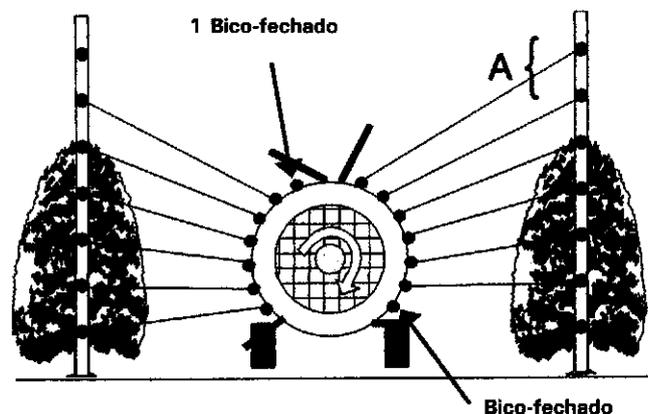

Fig. 2. Orientação dos bicos em pulverizadores com fluxo de ar assimétrico (um bico desligado em cada lado, observar sentido de rotação do ventilador).
- A partir da posição do bico superior e inferior do pulverizador, marca-se sobre um sarrafo (este deve ser maior do que a altura das plantas), posicionado na linha de plantas, o limite superior e inferior de pulverização, respectivamente (Fig. 2 ou 3).
- Nos pulverizadores com ventilador assimétrico (Berthoud/Montana), o ângulo de orientação dos bicos do lado esquerdo será diferente àquele do lado direito (aproximadamente 50% de diferença) (Fig. 2 e 3).